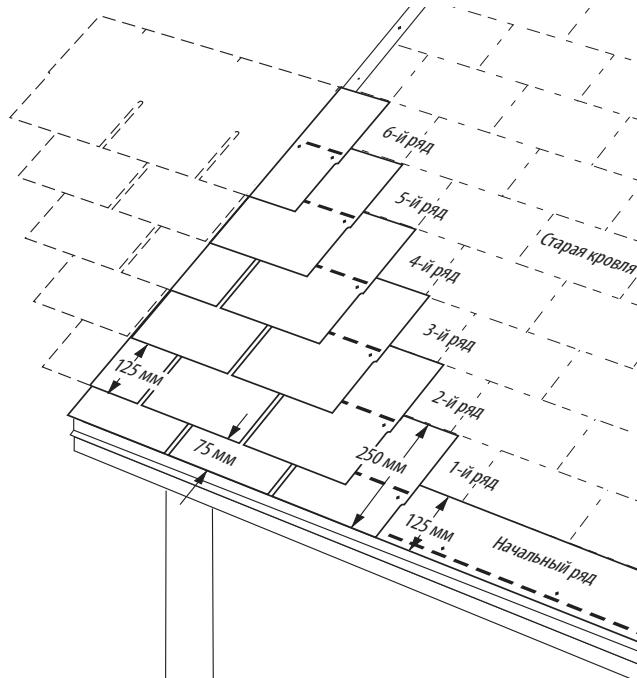

Рис. 10-20. Шесть вверх, на шесть обрезка, встык.
2. Отрежьте 15,2 см с любой стороны первого гонта начального ряда и уложите его поверх первого ряда старых гонтов, в левом нижнем углу крыши (Рис. 10-20).
1. Для укладки первого ряда используйте полосовые гонты размером 25,4 x91,4 см, изготовленные путём обрезки язычков стандартных гонтов в нижней части на 5 см (Рис. 10-20).
- Отрежьте 15 см с левого края целого гонта. Уложите верхнюю кромку этого куска гонта размером 30x76 см встык с нижней кромкой гонта старого четвёртого ряда. Выровняйте левый край с левым краем первого ряда (Рис. 10-20).
- Уложите этот кусок гонта длиной 61 см на второй ряд, оставив язычки гонтов второго ряда открытыми на 12,7 см. Верхняя кромка нового гонта в этом ряду должна соединяться встык с нижней кромкой пятого ряда старых гонтов (Рис. 10-20).